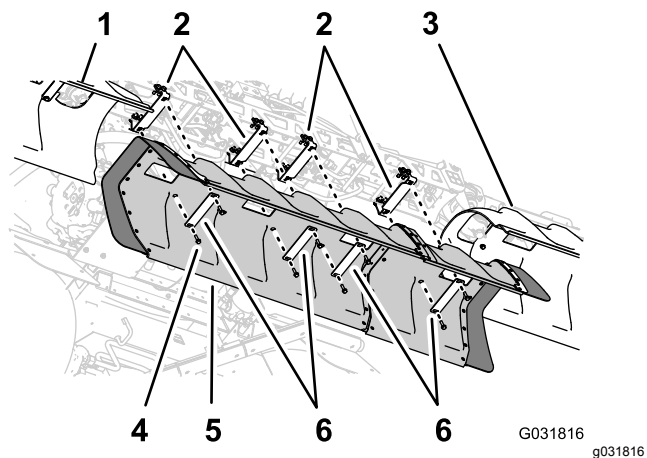

图 237
1. 将中央喷洒臂段护罩上的孔与中央喷洒臂段护罩支撑托架上的孔对齐 图 237。
2. 将在 10 拆掉可选护罩式喷洒臂组件的中央喷洒臂段护罩 11 喷嘴 (页码 19) 的步骤 1 中卸下的 2 条护罩箍带上的孔与护罩中的软管和 2 个支撑托架对齐 图 237。
4. 将 2 条护罩箍带 Toro 零件号 120-0629 上的孔与护罩上剩余的 4 个孔和支撑托架上剩余的 4 个孔对齐 图 237。
5. 使用 4 个凸缘头螺栓 5/16 x 1 $\frac{1}{4}$ 英寸——Toro 零件号 323-36 将护罩箍带和护罩安装到支撑托架上 图 237。